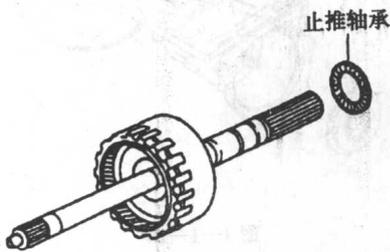

图 1-1-15
- (1) 将轴承涂上凡士林后安装到后行星齿轮组上 (图 1-1-15), 轴承内径为 38.2mm, 外径为 55.2mm。